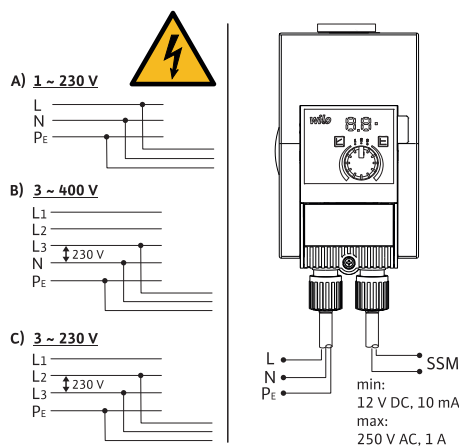

Fig. 17: Possibilità di allacciamento
- Collegare a reti a bassa tensione a 230 V. In caso di collegamento a reti IT (Isolé Terre) accertarsi assolutamente che la tensione fra le fasi (L1-L2, L2-L3, L3-L1 → Fig. 17 C) non superi i 230 V.